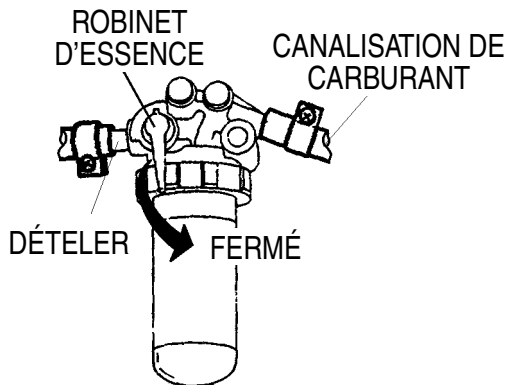

Figure 32. Levier de robinet du carburant (FERMÉ)
1. Placez le levier de carburant (Figure 32) en position fermée.